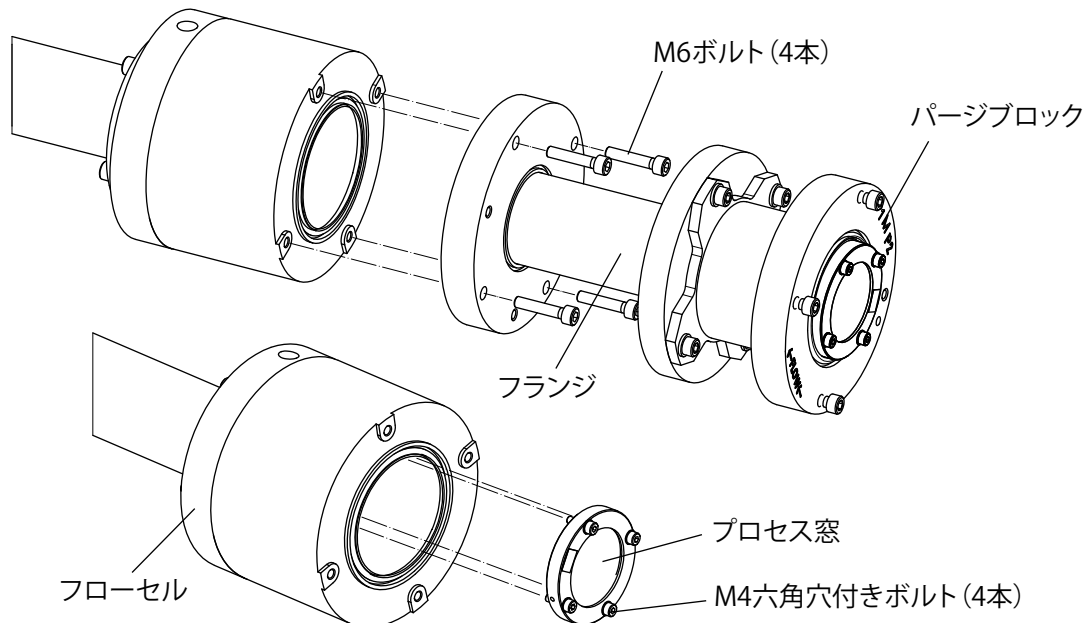

図6.6 プロセス窓の取り外し、取り付け方法
- (2) M6 のボルトを 4 本外します。
- (3) フローセル部に設置されているプロセス窓ホルダの M4 の六角穴付きボルト 4 本を緩め、プロセス窓を取り外します（図 6.6 参照）。
- (4) 清浄かつ乾燥した計装空気または窒素ガスを使用し、プロセス窓表面上の粒子状物質を吹き払います。
- (5) 温水と低刺激性石鹼洗剤を使用し、プロセス窓表面を傷つけないような柔らかい布で優しく拭きます。
- (9) プロセス窓を設置後、フランジを M6 ボルト 4 本で固定した後、パージブロックにアナライザ部を取り付けてご使用ください（図 6.6、図 6.17 参照）。透過率が作業前と比べて著しく下がっている場合は、再度光軸調整を行ってからご使用ください。